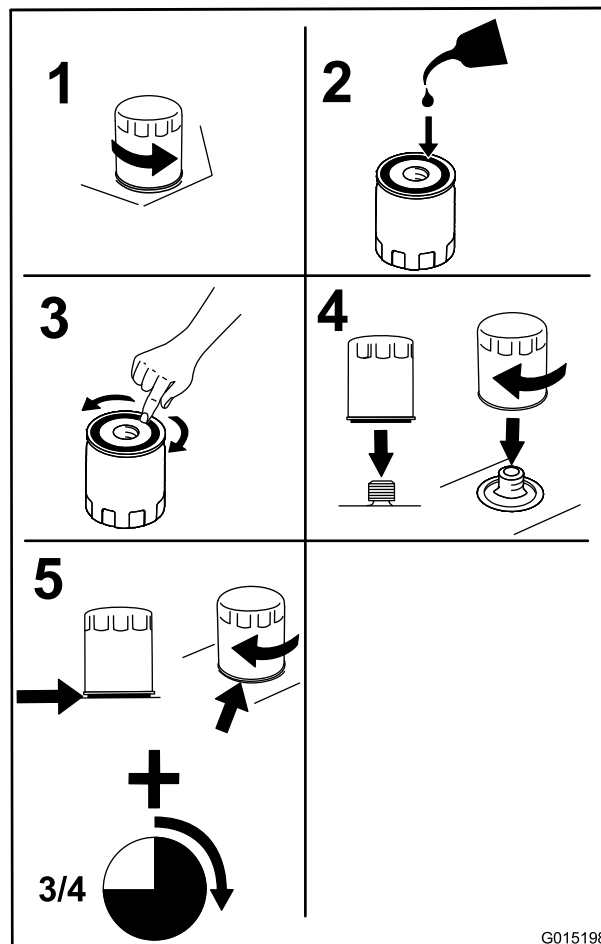

Figura 35
3. Cambie el filtro de aceite del motor, según se muestra en Figura 35.